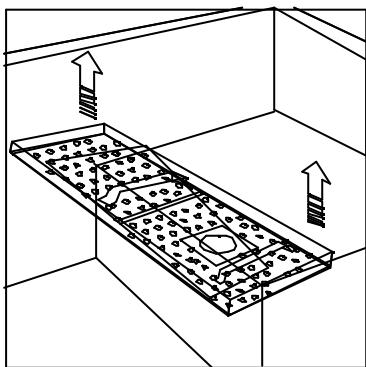

Fig. 14
- Limpiar diariamente las bandejas (Fig.14).